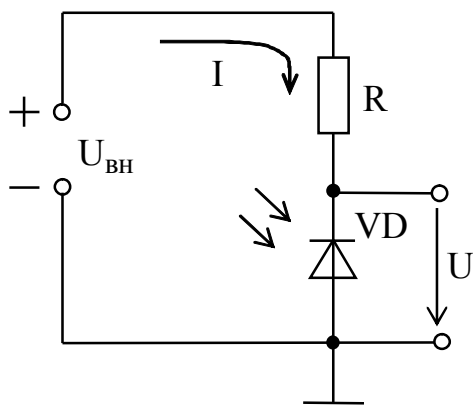

Рис. 1.8
- 2) с внешним источником электрической энергии (фотодиодный или фотопреобразовательный режим) (рис. 1.8).